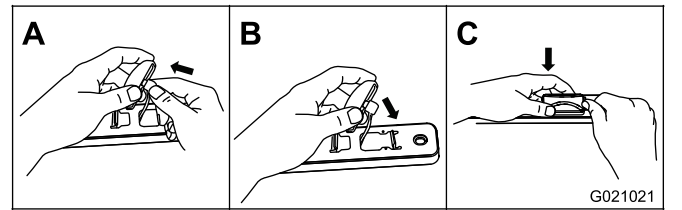

Figure 59
3. Branchez le connecteur sur le verre neuf et posez le verre sur le reste du feu central (Figure 59).